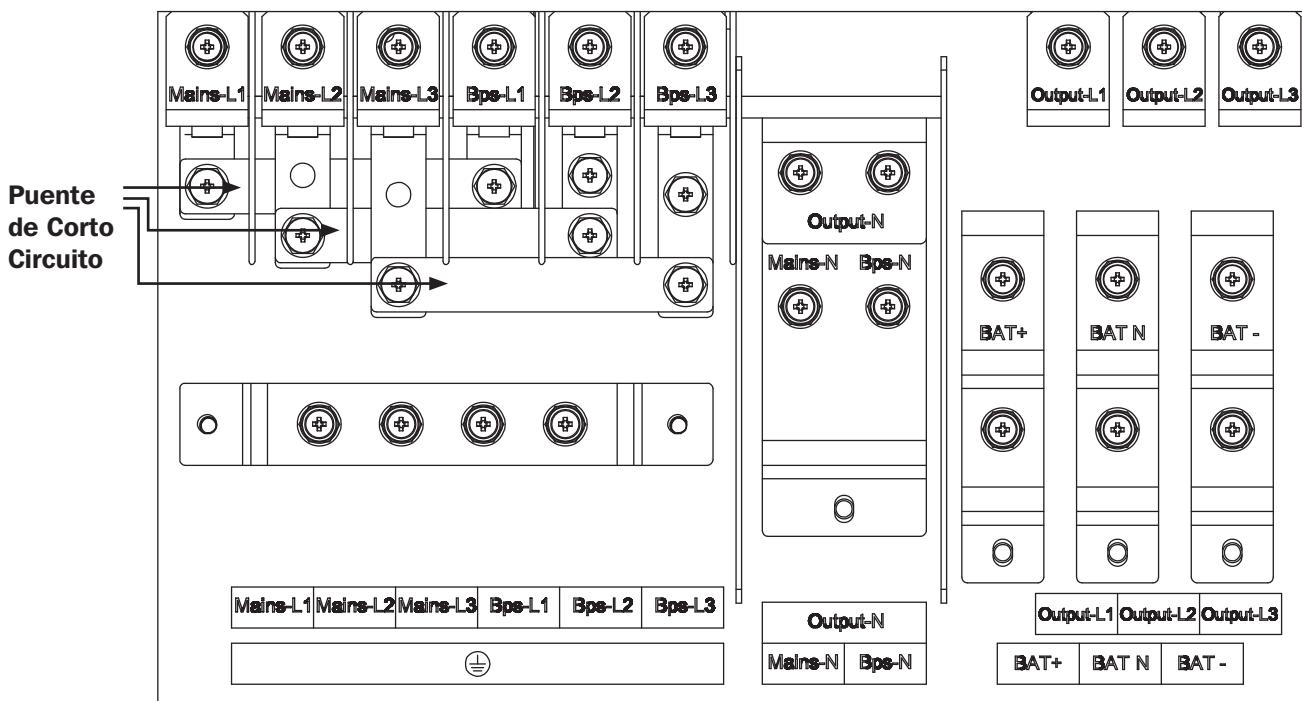

Figura 3-11: Conexión de Entrada Única, Modelos S3M50K y S3M60K
**Nota:** La unidad UPS está predeterminada al modo de entrada única, como se muestra en la Figura 3-11. Retire los puentes en corto para usar en el modo de entrada doble.